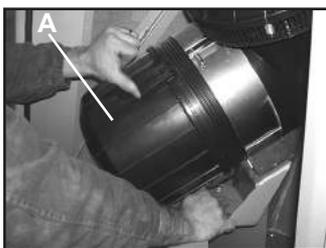

Fig.2
- 1) Débloquer les 3 arrêts et enlever le couvercle (A fig.2)